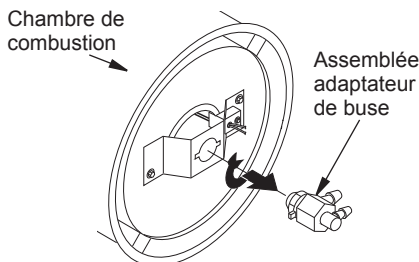

Figure 15 - Retrait de l'assemblée adaptateur de buse
4. Tourner ensemble de buse 1/4 tour à gauche et tirez-la vers moteur pour retirer (voir figure 15).
10. Fixez ensemble de buse à la sangle du brûleur (voir figure 15).